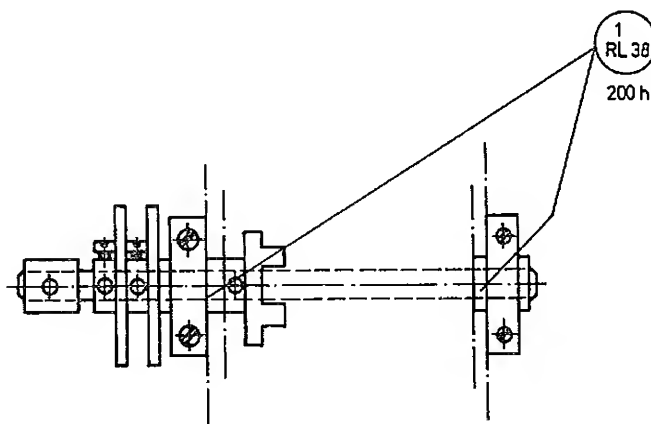

Bild 16 Schmierstellen an der Bandtransportachse
- Vorderes und hinteres Lager für Transportachse (Bild 16)